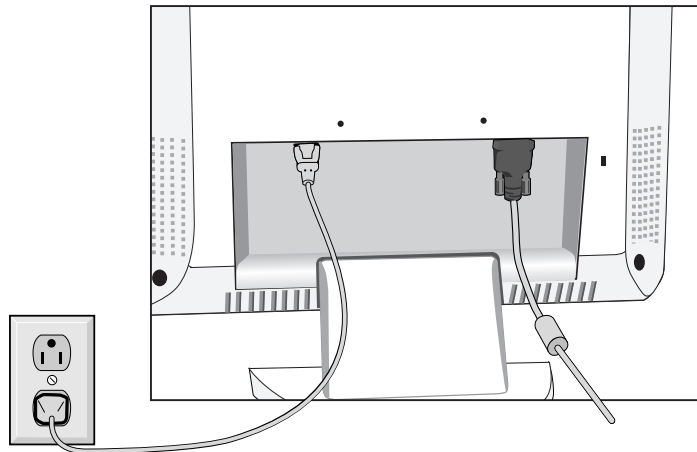

Figure C.1
**NOTA : Pour obtenir un adaptateur de câble Macintosh pour le MultiSync LCD1720M appelez NEC-Mitsubishi Electronics Display of America, Inc. au (800) 632-4662.**
3. Branchez le mini-connecteur D-SUB à 15 broches de câble vidéo aux connecteurs appropriés à l'arrière du moniteur (**Figure C.1**).
6. Connectez une extrémité du câble d'alimentation sur l'adaptateur CA et l'autre extrémité sur la prise de secteur (**Figure C.1**).